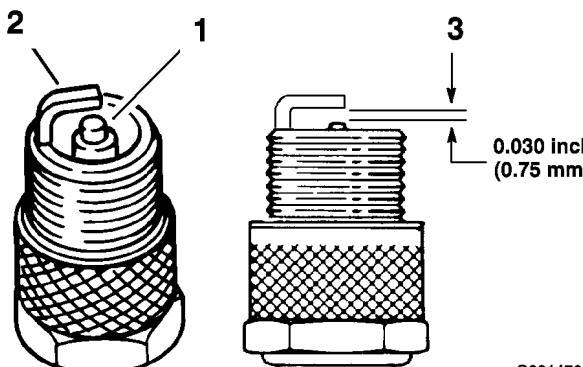

Figura 37
- Mire la parte central de las bujías (Figura 37). Si se observa un color gris o marrón claro en el aislante, el motor está funcionando correctamente. Si el aislante aparece de color negro, significa que el limpiador de aire está sucio.
- Compruebe la separación entre los electrodos central y lateral (Figura 37). Si la distancia no es correcta, doble el electrodo lateral (Figura 37).
- Conecte los cables a las bujías (Figura 37).